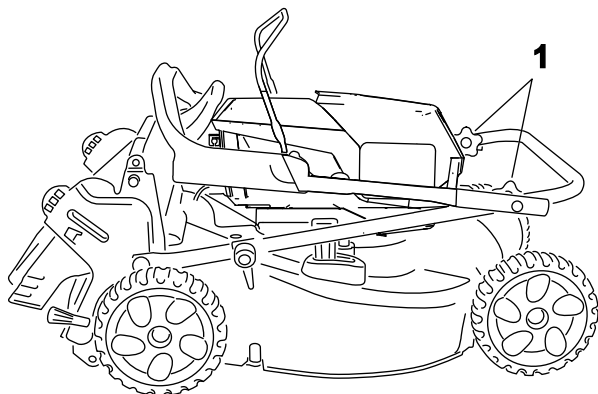

Figuur 20
1. Verwijder de elektrische startknop (Figuur 20).